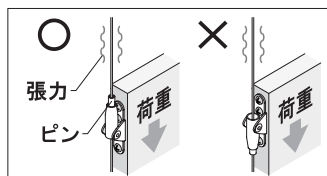

図1
- ・製品はワイヤーに張力が加わる方向にピンが来るように取付けてください(図1)。逆方向に向けて取付けた状態ではワイヤーをグリップできないため落下し、大変危険です。